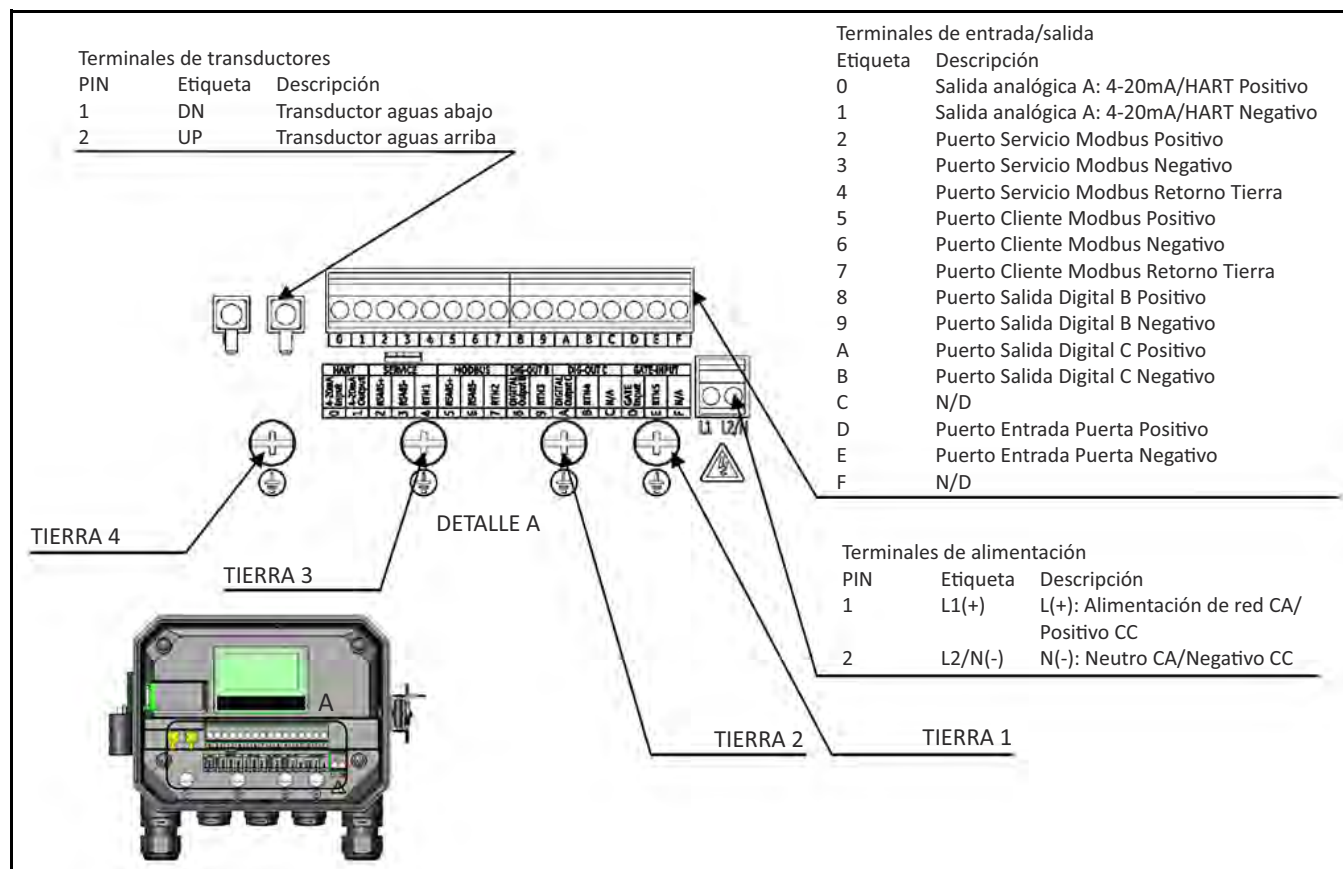
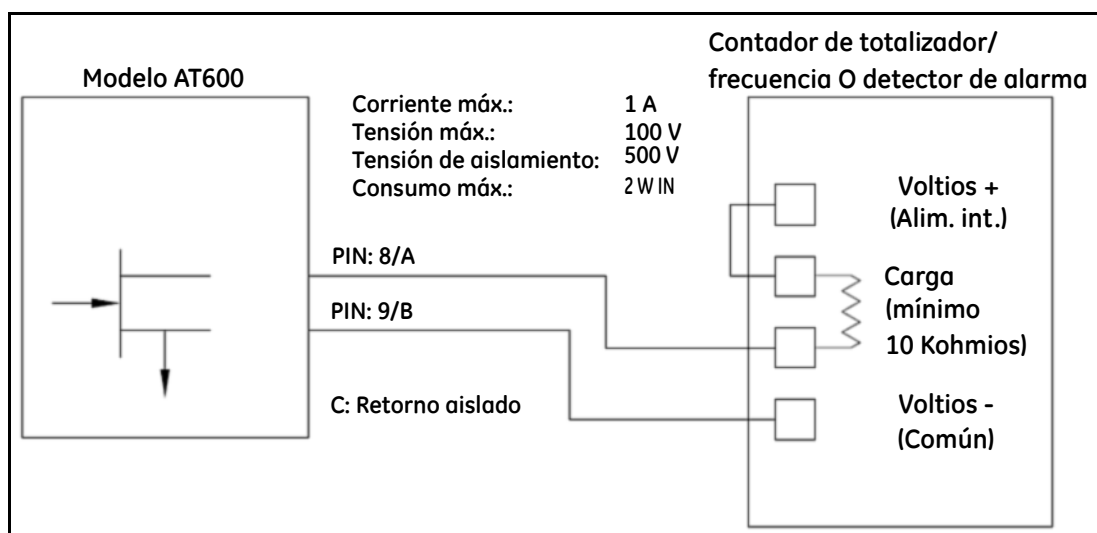

Figura 22: Diagrama de cableado
Figura 27: Cableado de la salida de frecuencia/totalizador/alarma
2. Conecte los cables de alimentación y del transductor al AT600; consulte la Figura 22 en la página 16.
Esta sección contiene instrucciones para realizar todas las conexiones eléctricas necesarias del caudalímetro AT600. Consulte la Figura 22 para obtener un esquema de cableado completo.
Consulte la Figura 22 en la página 16 para localizar el bloque de terminales y conectar la alimentación de red como se indica a continuación:
2. Conecte el cable de tierra a la conexión de tierra interna (GROUNDING 1) situada en el panel lateral de la caja (consulte la Figura 22).
3. Conecte el cable neutro de red (o el cable negativo - CC) a L2/N(-) y el cable de alimentación de red (o el positivo + CC) a L1(+) como se muestra en la Figura 22 en la página 16.
2. Conecte el conector del cable con funda amarilla “DN” al cable a DN y conecte el conector del cable con funda blanca “UP” al cable UP como se muestra en la Figura 22 en la página 16. A continuación, fije el casquillo pasacables.
3. Consulte la Figura 22 en la página 16 para localizar el bloque de terminales de E/S y cablee el bloque de terminales como se muestra. Fije la abrazadera del cable.
Para cablear el puerto serie RS485 Modbus, consulte Figura 22 en la página 16 y realice los pasos siguientes:
3. Pase un extremo del cable por el orificio pasacables, conéctelo al bloque de terminales y fije la abrazadera de cable como se muestra en la Figura 22 en la página 16.
Cada salida de totalizador/frecuencia/alarma requiere dos cables. Cablee este bloque de terminales según las asignaciones de patas indicadas en la Figura 27. La Figura 22 muestra ejemplos de diagramas de cableado de circuitos de salida de totalizador/frecuencia/alarma.